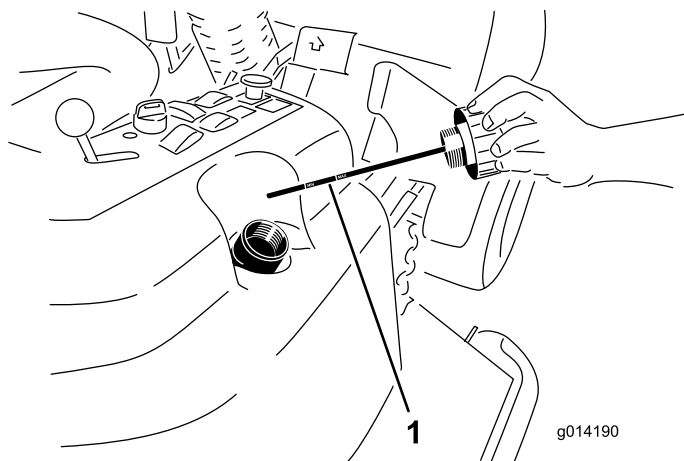

Figura 48
4. Togliete il tappo di riempimento idraulico (Figura 48) dal collo del bocchettone.
5. Togliete l'asta di livello ed asciugatela con un panno pulito (Figura 48).
6. Avvitare a fondo l'asta di livello nel bocchettone di riempimento, quindi estraetela e controllate il livello del fluido (Figura 48).